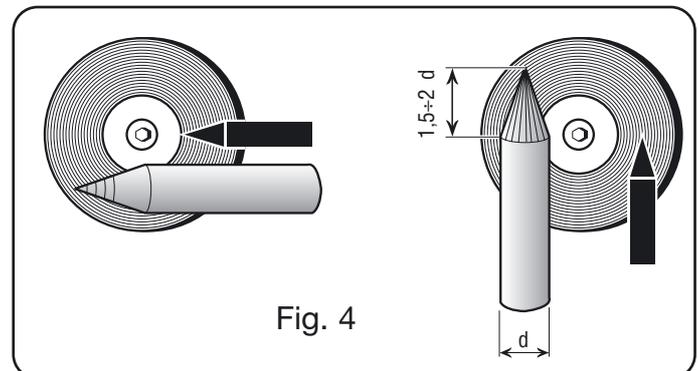

Fig. 4
Det er nødvendigt at være særligt opmærksom i forbindelse med forberedelse af elektrodespidsen. Slib den således, at den har en lodret rille som vist i fig. 4.
- Puds enden af elektroden af tungsten således, at den får en konisk form i en længde svarende til 1,5-2 gange elektrodediameteren (fig. 4).